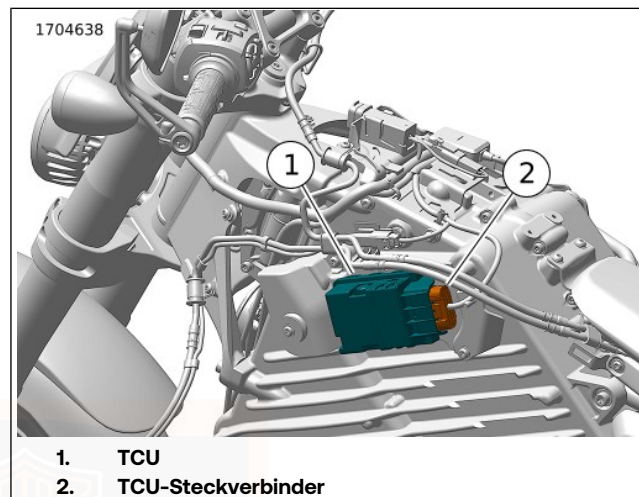

Abbildung 29. TCU-Steckverbinder
4. Siehe Abbildung 29. Telematik-Steuergerät (TCU) abklemmen.